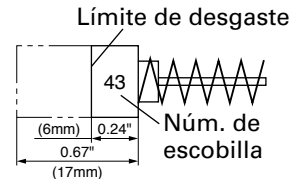

Fig. 19
3. Inspección de la escobillas (Fig. 19)
NOTA: Utilice las escobillas HITACHI Núm. 43 indicadas en la Fig. 19.